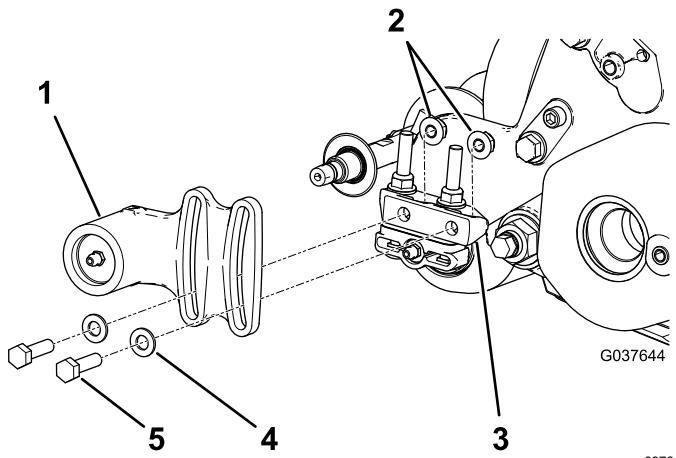
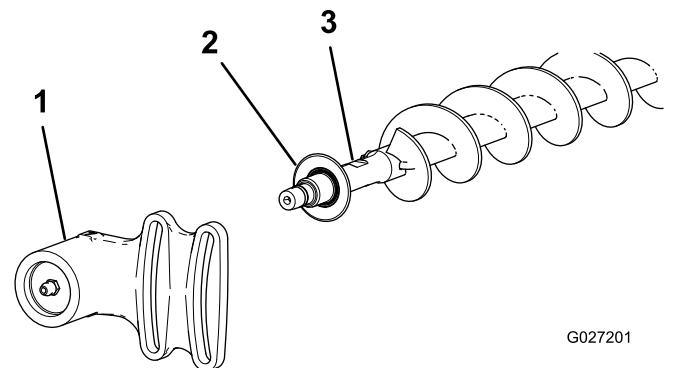

図 20
図 21
1. すでにローラーブラシが取り付けられている場合は、駆動側でない方のベアリングハウジングをベアリングハウジング取り付けブラケットに固定しているボルト2本、ワッシャ、ナットを取り外す図 20 と図 21。
2. ブラシのシャフトから、非駆動側ベアリングハウジングとエクスクラーダシールを外す図 21。
9. 非駆動側ベアリングハウジングとエクスクルーダシールをブラシシャフトに取り付ける図 21。